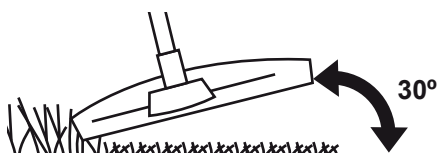

Fig. 21
- > Tenez la tête de coupe juste au-dessus du sol, à un angle d'environ 30° (fig. 21).